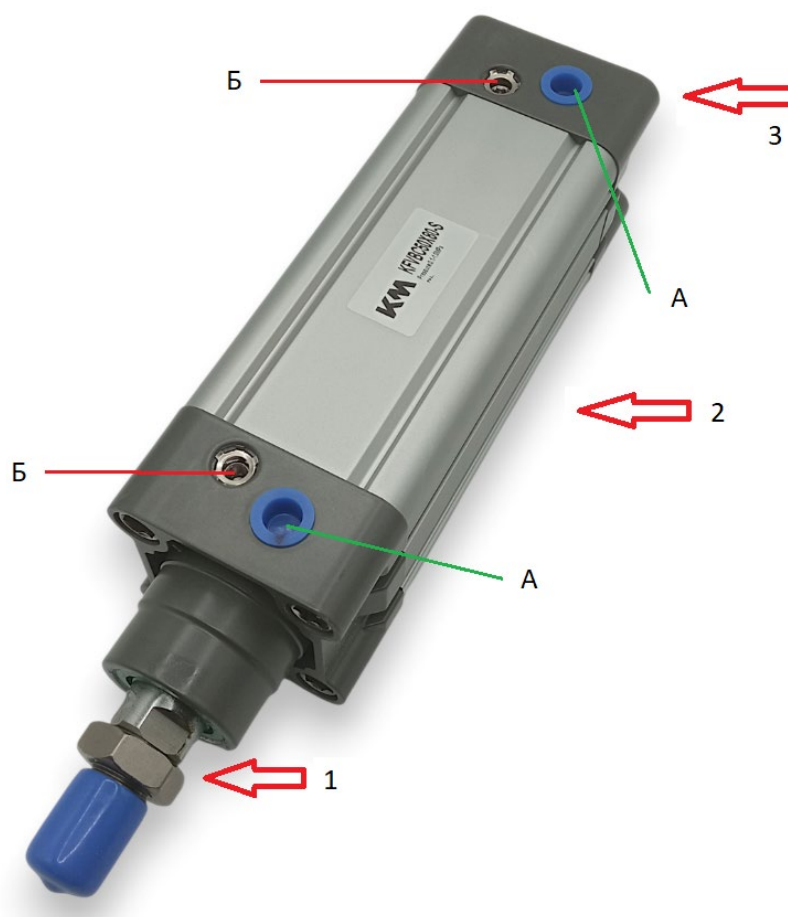

Рисунок 1 – Внешний вид и конструкция цилиндра
1.3.3 Передняя и задняя крышки оснащены резьбовыми отверстиями для подвода воздуха (А, рис. 1). Передняя крышка оснащена гайкой крепления цилиндра к месту установки. Задняя крышка оснащена отверстием для крепления цилиндра к месту установки.
1.4.3 У цилиндров двустороннего действия к резьбовым отверстиям (А, рис. 1) крышек цилиндра попеременно подается сжатый воздух, что приводит к выдвиганию или втягиванию штока (1, рис. 1)
1.4.5 Для исключения ударов при втягивании и выдвигании в конце хода используется торможение, настройка которого осуществляется при помощи винта (Б, рис. 1). Поворот винтов вправо повышает интенсивность торможения, влево – снижает.
1.4.8 Для присоединения оборудования к цилиндру, окончание штока (1, рис. 1) имеет соответствующую резьбу с гайкой.